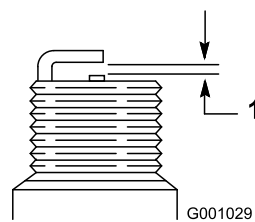

Figura37
- Setai spaiul dintre electrozi pe o nouă bujie la 0,76 mm conform (Figura37).